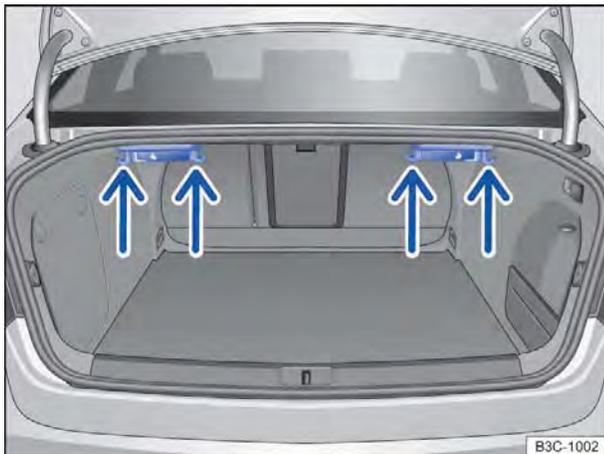

Fig. 103 No compartimento de bagagem: ganchos para sacolas (variante 1).
- Pendurar sacolas em um dos ganchos para sacolas ⇒ Fig. 103 (seta).